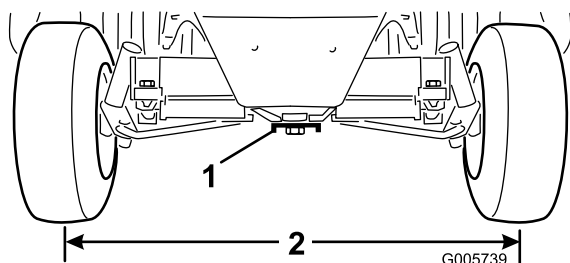

Figura 51
2. Afloje las contratuercas de ambas bielas. Ajuste ambas bielas hasta que la distancia de centro a centro entre las ruedas traseras, por delante y por detrás, sea la misma (Figura 51).